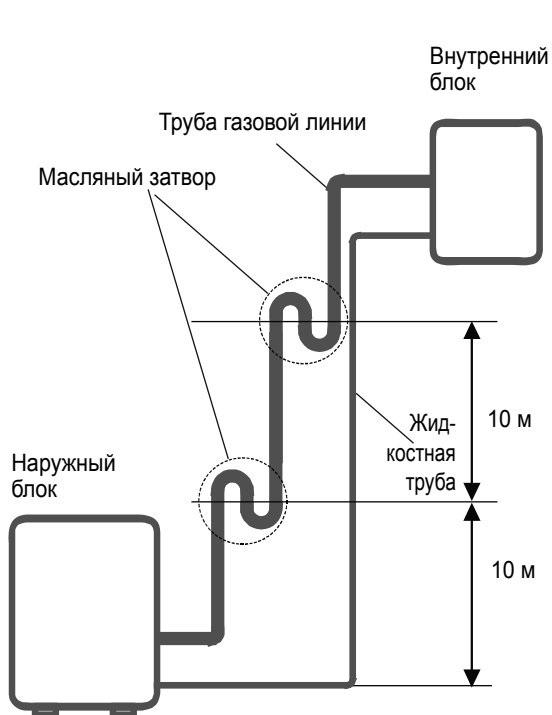

Рис. 7.2
– Если масло течет обратно в компрессор наружного блока, это может привести к сжатию жидкости или нарушению возврата масла. Масляные затворы, установленные в стояке газовой линии, могут предотвратить это. Масляные затворы следует устанавливать через каждые 10 м стояка газовой линии (см. рис. 7.2).